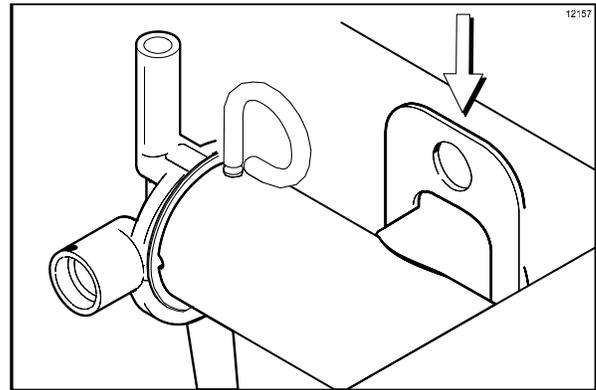

Figura 158
5. Instale el conjunto de la bomba de aire y mezcla en la parte trasera de la tolva de mezcla. Para colocar la bomba en la posición correcta en el cubo motor, alinee la ranura motriz del pistón con la manivela motriz del eje motor. Sujete la bomba en su sitio montando la pinza de la bomba en el collarín de la bomba y cerciorándose de que la pinza entre en las ranuras del collarín. (Vea la figura 158).